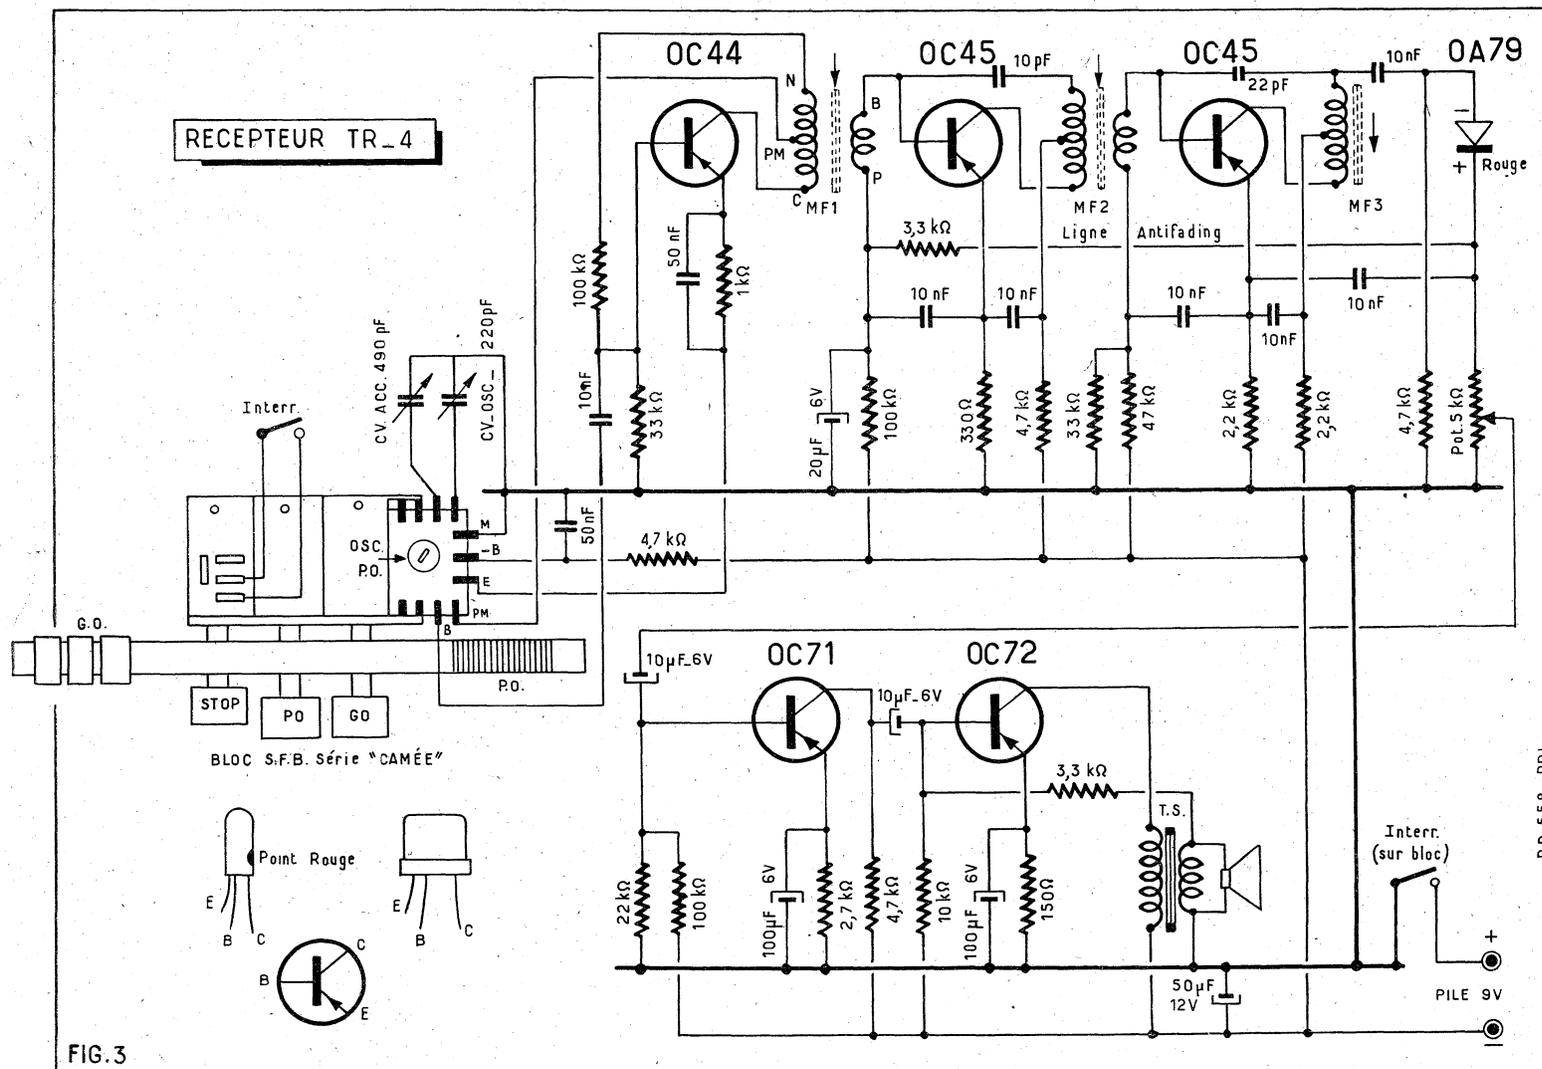

FIG. 3
**Le schéma :** Le schéma du superhétérodyne final est donné figure 3. Il s'agit d'un appareil comportant : un étage changeur de fréquence, 2 étages amplifications MF, un étage détecteur et un amplificateur BF à deux étages.